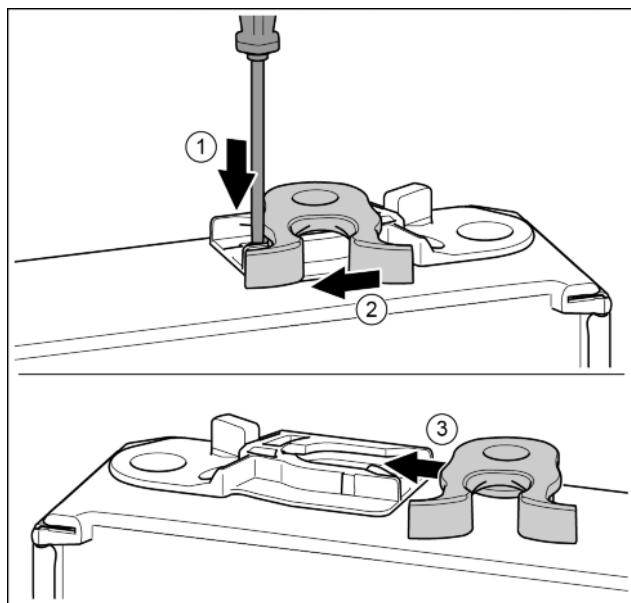

Fig. 14
- Fig. 14 (1)
- Sluithaak uit de geleiding trekken. Fig. 14 (2)
- Fig. 14 (3)